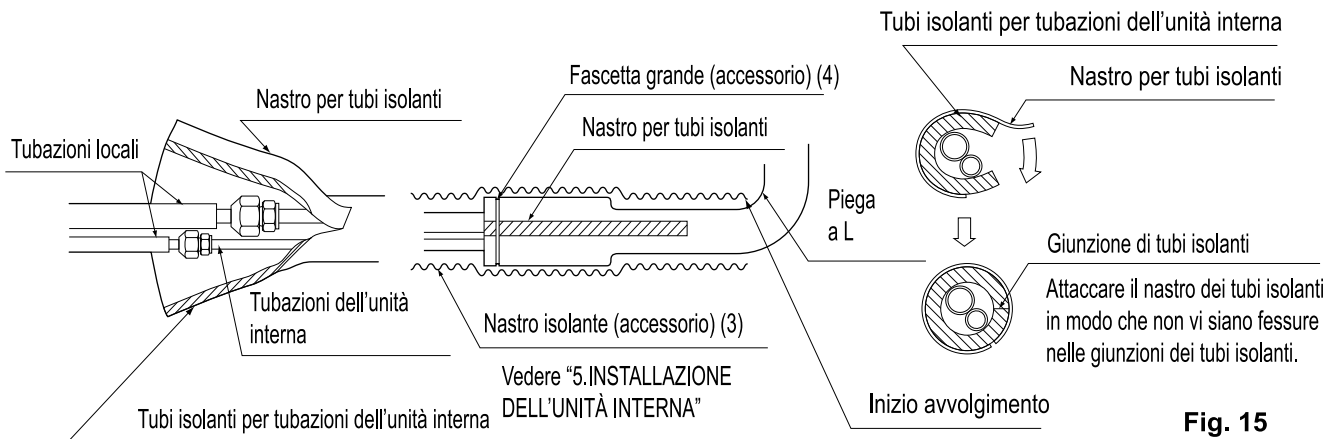

Fig. 15
- Terminato il controllo di eventuali perdite dalle connessioni delle tubazioni, eseguire l'isolamento termico con tubi isolanti supplementari per tubazioni e nastro isolante (3). Il nastro isolante (3) deve essere avvolto dalla piega a L fino all'estremità situata all'interno dell'unità. **(Fare riferimento alla Fig. 15)**